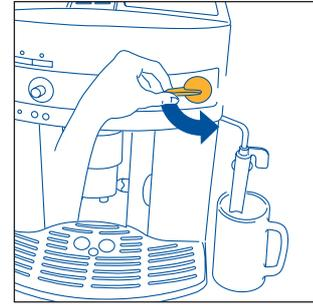
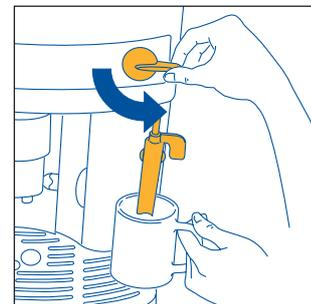
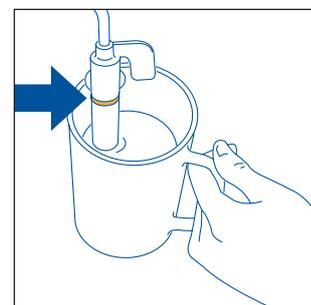

Fig.5
Fig.23
Fig.24
3. **IMEDIATAMENTE DEPOIS, NO ESPAÇO DE 30 SEGUNDOS NO MÁXIMO,** rode o botão do vapor para a esquerda, até ao limite máximo (fig. 5) (é normal que a máquina faça um pouco de barulho).
- Rode para a esquerda o botão do vapor até meio, até ao limite máximo (fig. 5): a água quente sairá através do emulsionador de cappuccinos e começará a encher o recipiente.
- **Logo depois, no espaço de dois minutos no máximo** (senão a máquina volta automaticamente à função de café), introduza o emulsionador de cappuccinos no recipiente que contém o leite (fig. 23), tendo o cuidado de não submergir a linha em relevo presente no próprio emulsionador de cappuccinos (indicado pela seta na fig. 24). Rode para a esquerda o botão do vapor até meio, até ao limite máximo (fig. 5). (Cuidado para não se queimar). Através do emulsionador de cappuccinos sai o vapor que confere um aspecto cremoso ao leite, aumentando o seu volume. Para obter uma espuma mais cremosa, introduza o emulsionador de cappuccinos no leite e faça rodar o recipiente com movimentos lentos, de baixo para cima. (Recomendamos que não ejecte vapor durante mais de 2 minutos de seguida).
- Deixe sair um pouco de água ou de vapor durante alguns segundos, rodando o botão do vapor para a esquerda, até ao limite máximo (fig. 5).